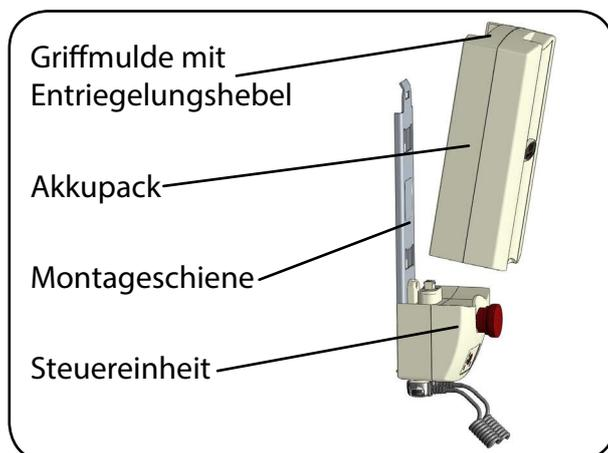
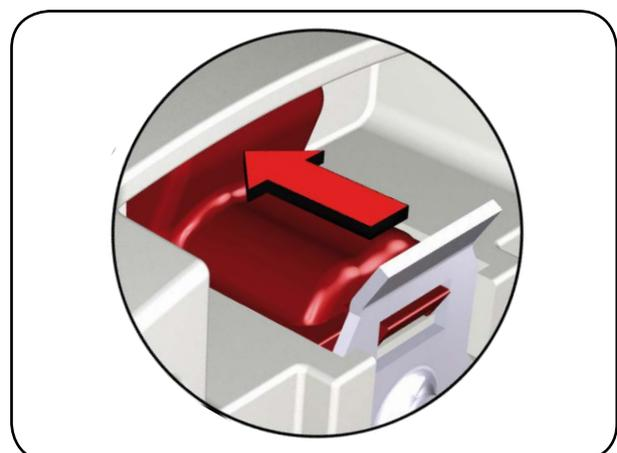
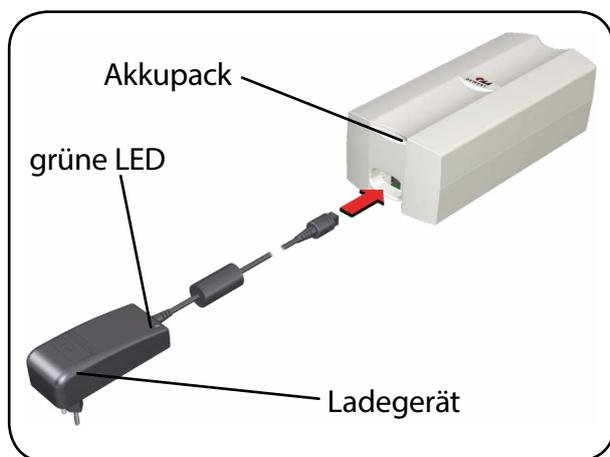

Abb. 8.7.01 – Akkupack abnehmen
Abb. 8.7.02 – Entriegelungshebel am Akkupack
Abb. 8.7.07 – Akkupack mit Ladegerät
2. Greifen Sie von oben in die Griffmulde am Akkupack und drücken Sie mit den Fingern auf den Entriegelungshebel (Abb. 8.7.01 und Abb. 8.7.02).
3. Ziehen Sie gleichzeitig das Akkupack nach oben aus der Halterung (Abb. 8.7.01).
2. Greifen Sie von oben in die Griffmulde am Akkupack (Abb. 8.7.01).
2. Trennen Sie das Akkupack von der Steuereinheit (Abb. 8.7.01 und Abb. 8.7.02) und legen Sie es mit der Unterseite auf eine feste Unterlage (Abb. 8.7.07).
3. Stecken Sie die Zuleitung in die Ladebuchse des Akkupacks (Abb. 8.7.07).
5. Überprüfen Sie den Ladezustand des Akkupacks am Ladegerät. Der Ladezustand wird durch eine grüne LED angezeigt (Abb. 8.7.07).
Kontrollleuchte am Ladegerät (Abb. 8.7.07)